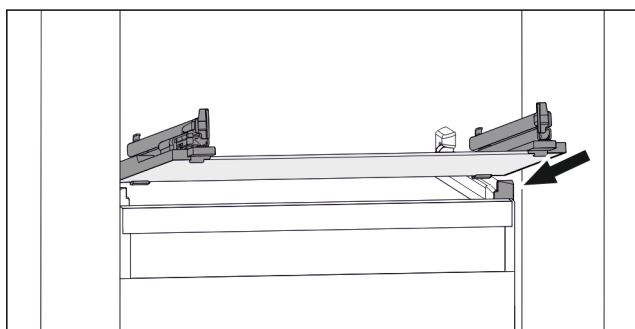

Fig. 154 Reprezentare exemplificativă a plăcii de sticlă
- Așezați placa de sticlă oblic în spatele opritoarelor. (vezi Fig. 154)